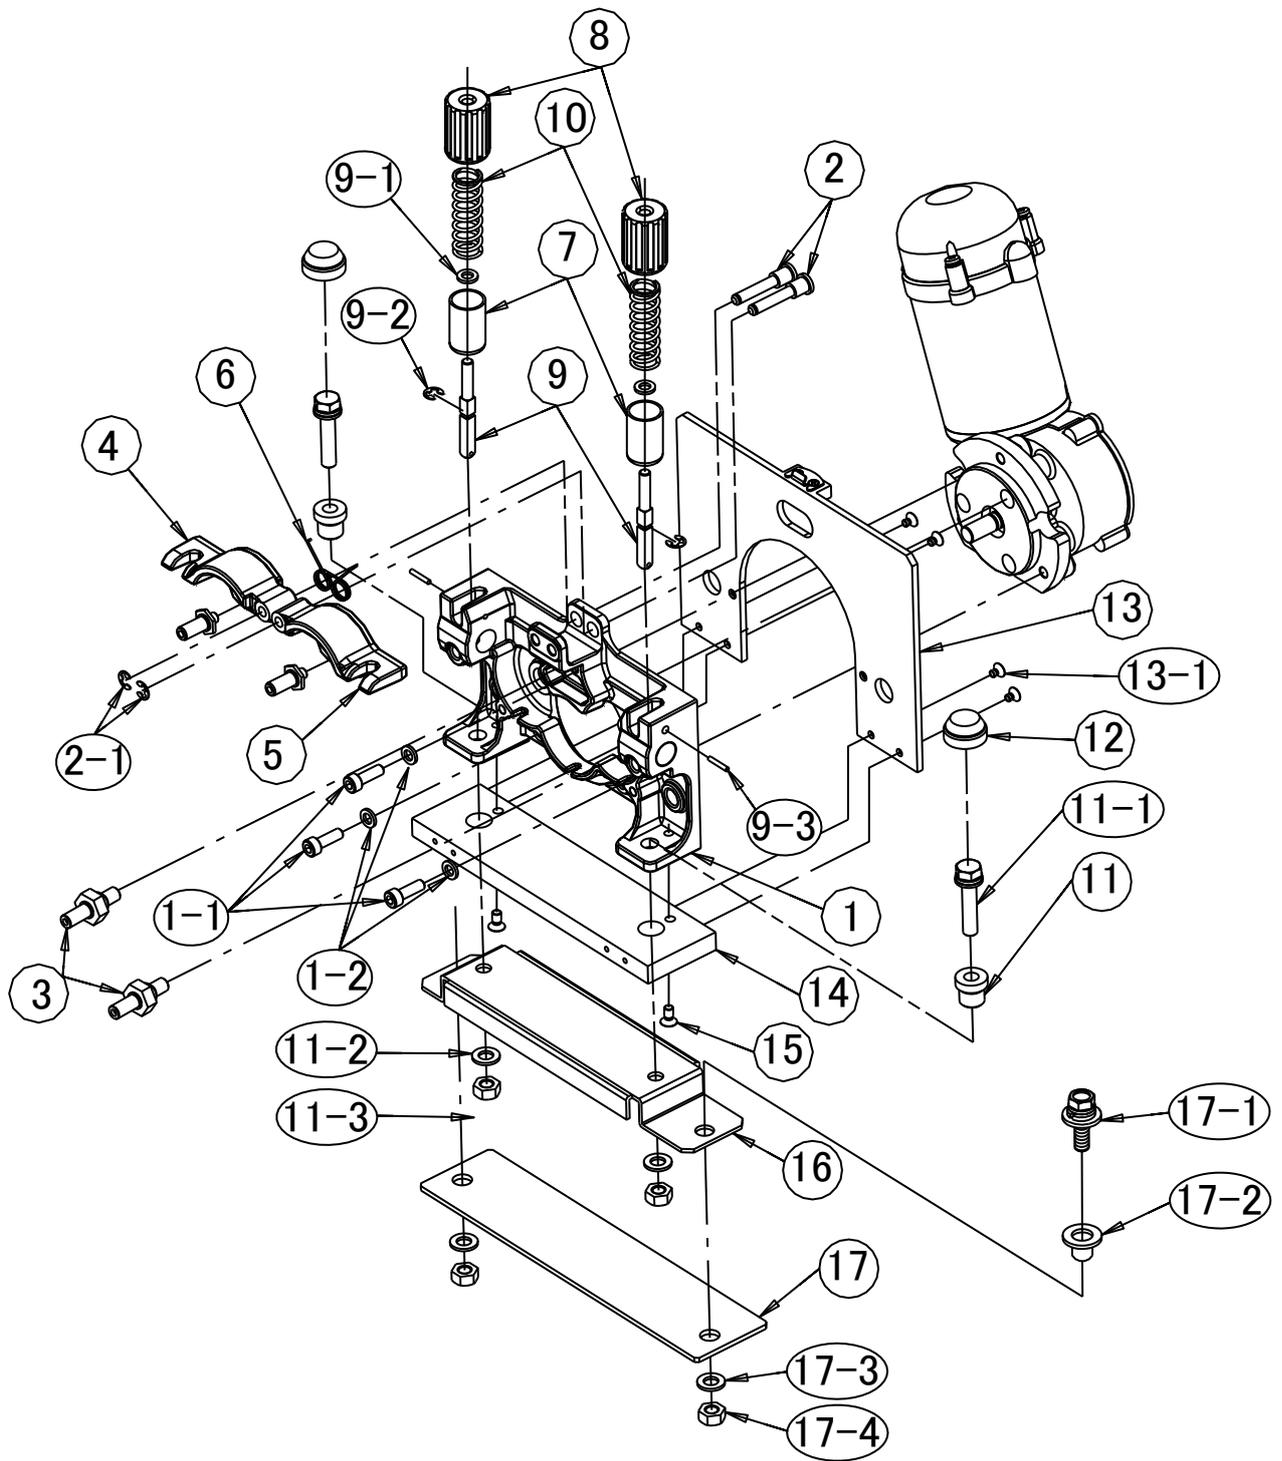

図2. ワイヤフィーダ分解図
⑨ パーツリスト(つづき)
9. 2 ワイヤフィード関係 (図2)